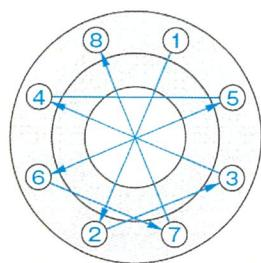

図6 対角締め手順
- ① 図6のように、対角位置にあるボルトを順番に締め付ける。
- ② 締付トルクは段階的に増加させ、（例えは目標締付トルクの10% → 20% → 60%→ 100%）均等に締め付ける。
- ③ フランジ面間の隙間をノギスなどで対角に4箇所測定し、片締めしていないか確認する。